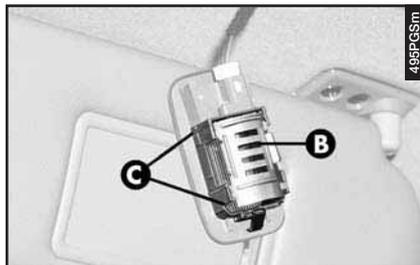

fig. 74
– Rimuovere lo schermo (**B-fig. 74**) svincolandolo dalle alette (**C-fig. 74**).
– Rimontare lo schermo (**B-fig. 74**) inserendolo correttamente tra le alette (**C-fig. 74**).